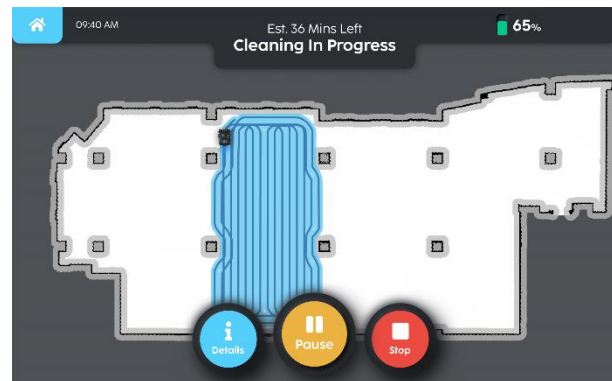

Fig. 8
5. De robot begint het gebied te reinigen (fig. 8).